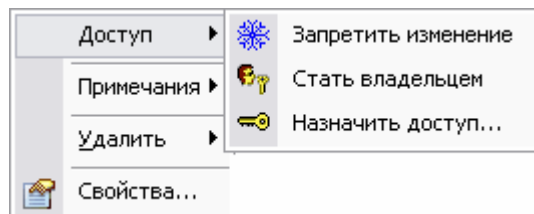

Рис. 201
2. В появившемся контекстном меню выберите пункт **Доступ** → **Запретить изменение** (Рис. 201).